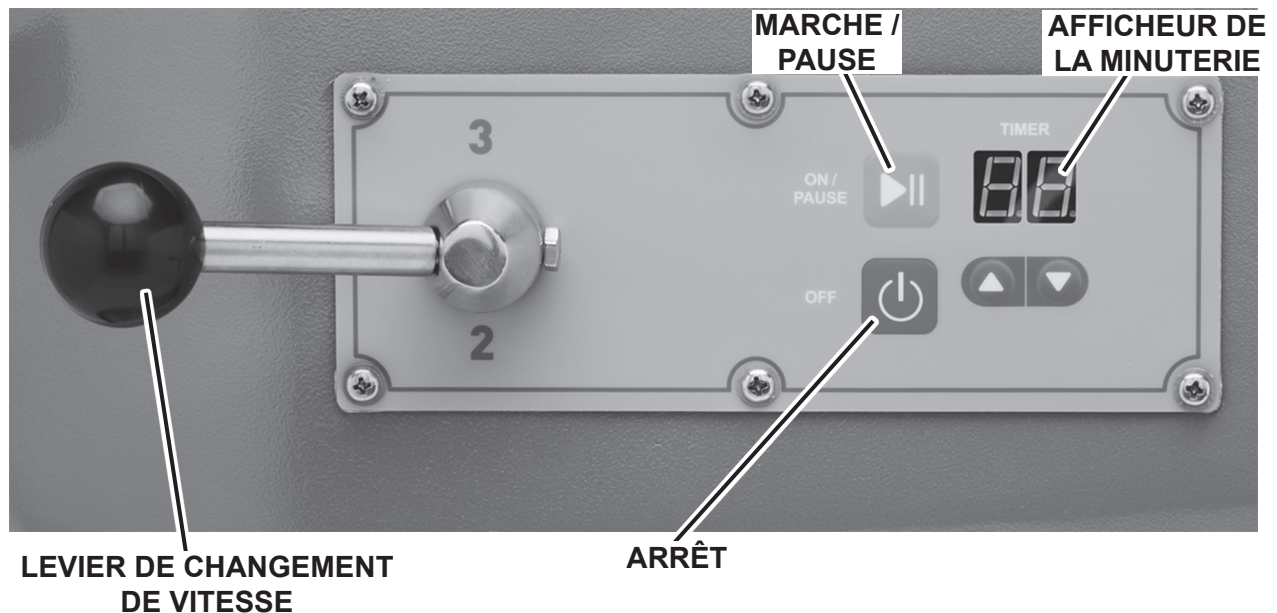

Fig. 6
1. Tournez le levier de changement de vitesse (fig. 6) pour sélectionner une vitesse de mélange. L'afficheur de la minuterie indique 00.
2. Appuyez sur le bouton ON/PAUSE (marche/pause) (fig. 6) pour démarrer le mélange. L'afficheur de la minuterie indique 00.
5. Appuyez sur le bouton OFF (arrêt) (fig. 6) pour arrêter l'opération de mélange et la minuterie se réinitialisera, rien ne s'affichera sur l'écran.